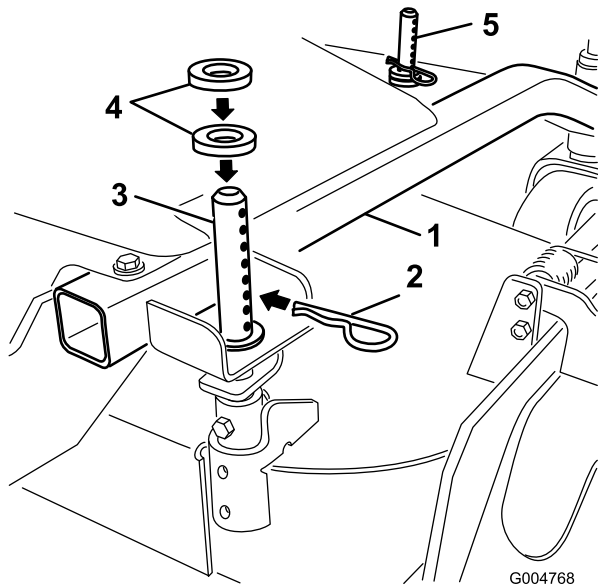

Figura 12
1. Selezionate il foro nella postazione dell'altezza di taglio e il numero dei distanziali corrispondenti all'altezza di taglio desiderata (Figura 12).
2. Tramite la manopola di sollevamento, sollevate il piatto di taglio e togliete la coppia a forcina (Figura 12).
3. Aggiungete o togliete i distanziali se necessario, quindi allineate i fori e inserite la coppia (Figura 12).